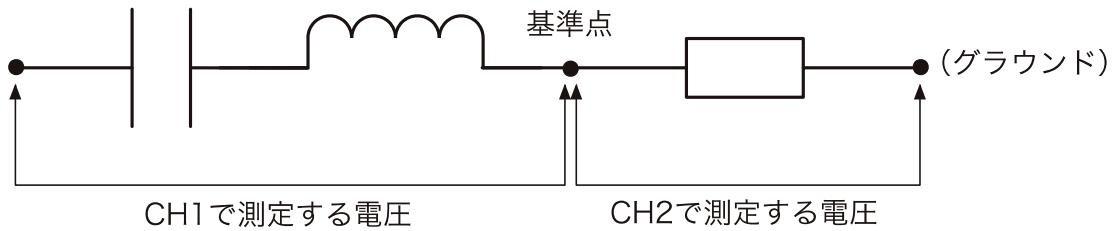

図 3－10 コンデンサー、コイルと抵抗の直列回路
- (1) 図 3－10 に示すようなコンデンサー、コイルと抵抗の直列回路を組む。ブレッドボード上にコンデンサー、コイルと抵抗の足を差し込む。この回路では、直列回路のコンデンサー側に発振器出力をつなぎ、抵抗側にグラウンドをつないだことになる。